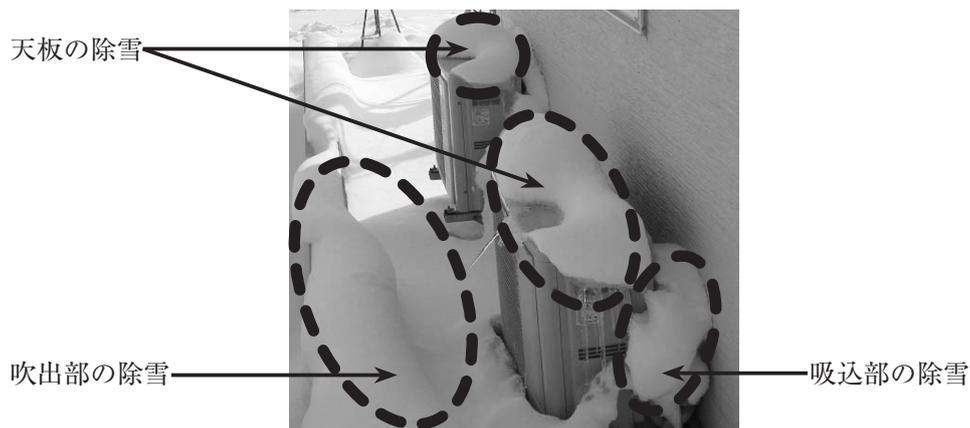

図8 室外ユニット周りの除雪エリア
- ・降雪後、室外ユニット周辺の除雪作業が必要です。(図8)